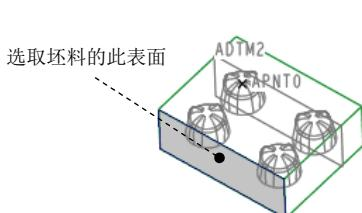

图 28.4 基准平面 ADTM2
Step2. 穿过基准点 APNT0，创建图 28.4 所示的基准平面 ADTM2。操作过程如下：单击 **模具** 功能选项卡 **基准** ▾ 区域中的“平面”按钮 ；选取基准点 APNT0；再按住 Ctrl 键，
选取图 28.4 所示的坯料表面；在“基准平面”对话框中单击 确定 按钮，完成基准面 ADTM2 的创建。